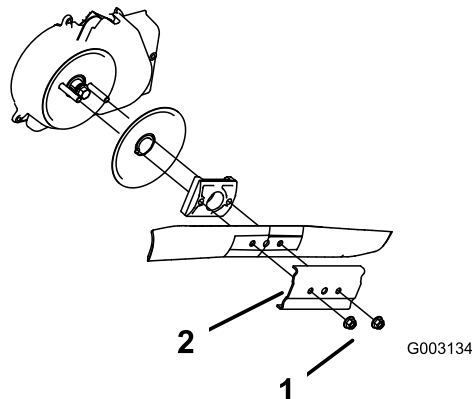

Figura 51
3. Togliete i due dadi della lama ed il rinforzo (Figura 51).
4. Togliete la lama (Figura 51).
5. Montate la lama nuova (Figura 51).